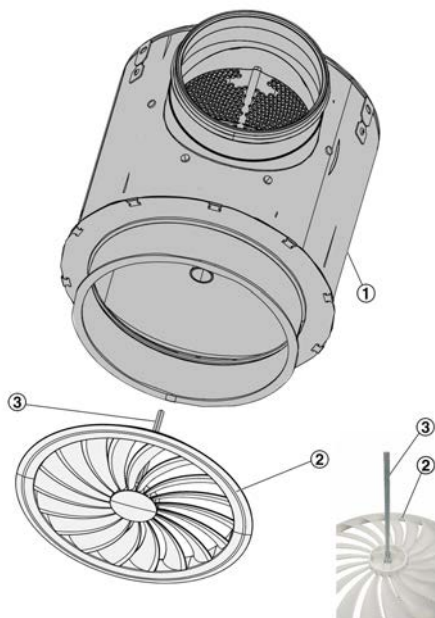

Abb. 18: Frontdurchlass anbringen
1. ► Mittelschraube (Abb. 18/3) wird rückseitig in den Frontdurchlass (Abb. 18/2) eingeschoben und dann in Anschlusskasten (Abb. 18/1) eingeführt.